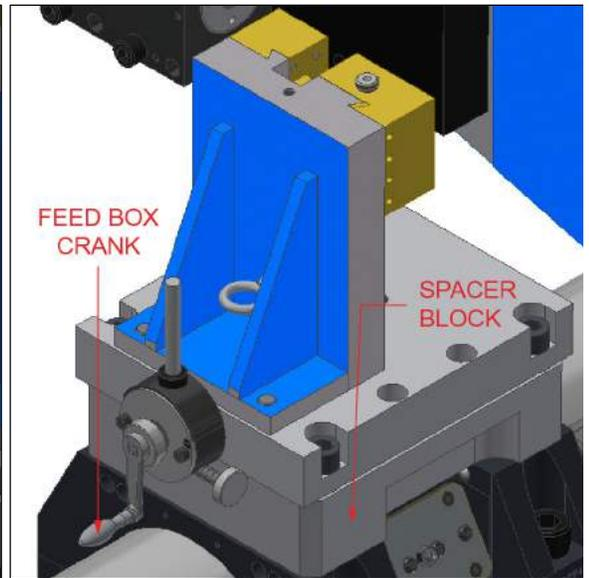

Figura 27 . Cabezal de revestimiento montado en espaciadores con manivela de caja de alimentación adjunta
- b) Si se utiliza al menos un espaciador (consulte la Figura 23), use la manivela de la caja de alimentaci3n para realizar ajustes manuales y activar la alimentaci3n autom1tica. La manivela de la caja de alimentaci3n es una herramienta combinada que permanece unida al cabezal de revestimiento mientras est1 en funcionamiento (consulte la Figura 27 en la p1gina 36).